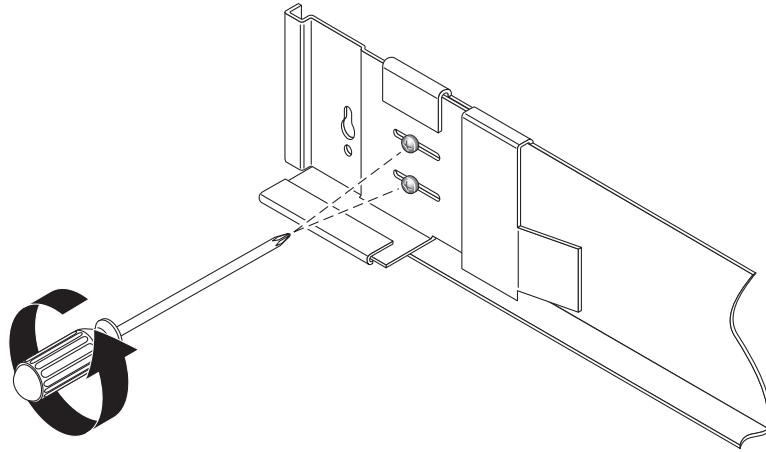

FIGURA 2-7 Aflojamiento de los tornillos para regular la longitud de las guías
1. Utilice un destornillador Phillips del 2 para aflojar los tornillos de las guías y ajústelas hasta alcanzar la longitud máxima (FIGURA 2-7).